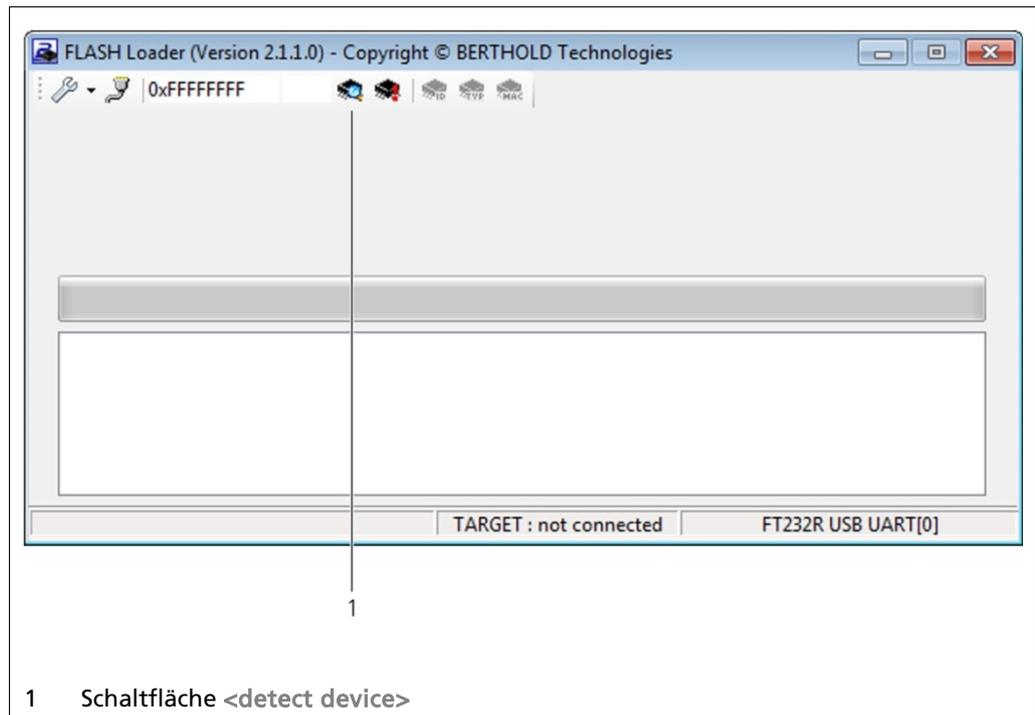

Abb. 13 Flash Loader Hauptbildschirm
10. Klicken Sie auf die Schaltfläche <detect device> (Abb. 13, Pos. 1).